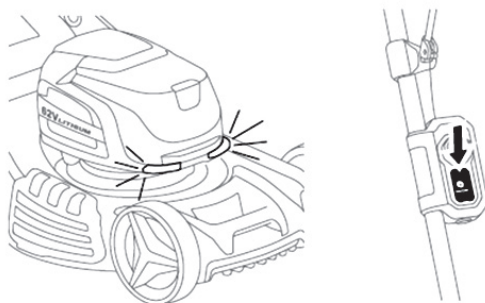

Рис. 35
- Чтобы включить фары, нажмите переключатель светодиодных фар на блоке переключателей (Рис. 35).